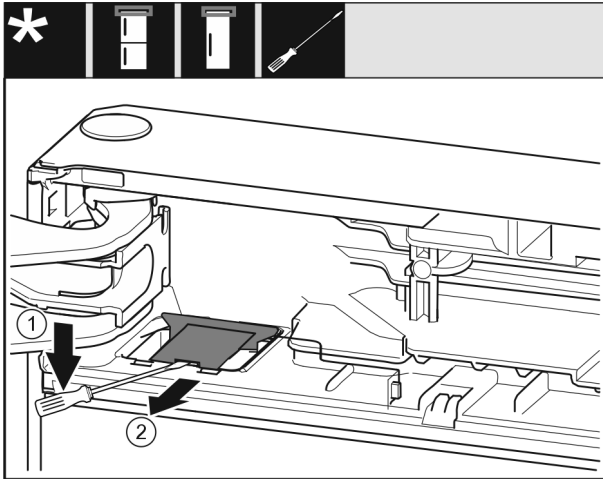

Fig. 12
- ▶ Mit einem Schlitzschraubendreher die Abdeckung Fig. 12 (1) ausrasten.
- ▶ Abdeckung Fig. 12 (2) herausnehmen.